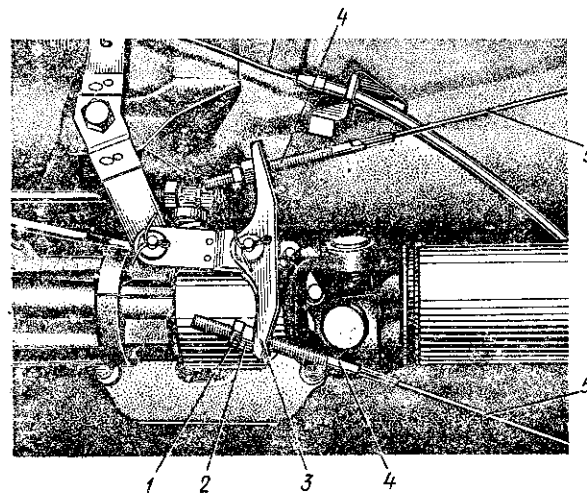

Рис. 78. Регулировочный узел привода стояночной тормозной системы:
Сначала отрегулируйте ход рычага привода, для чего отпустите контргайку 1 (рис. 78) и вращением регулировочных гаек 2 добейтесь, чтобы для затормаживания рычаг продвигался вверх на 6—8 зубцов сектора.
1. Полностью ослабьте натяжение задних тросов, для чего отверните контргайки 1 (см. рис. 78) и регулировочные гайки 2, переместив их на концы регулировочных наконечников 4.